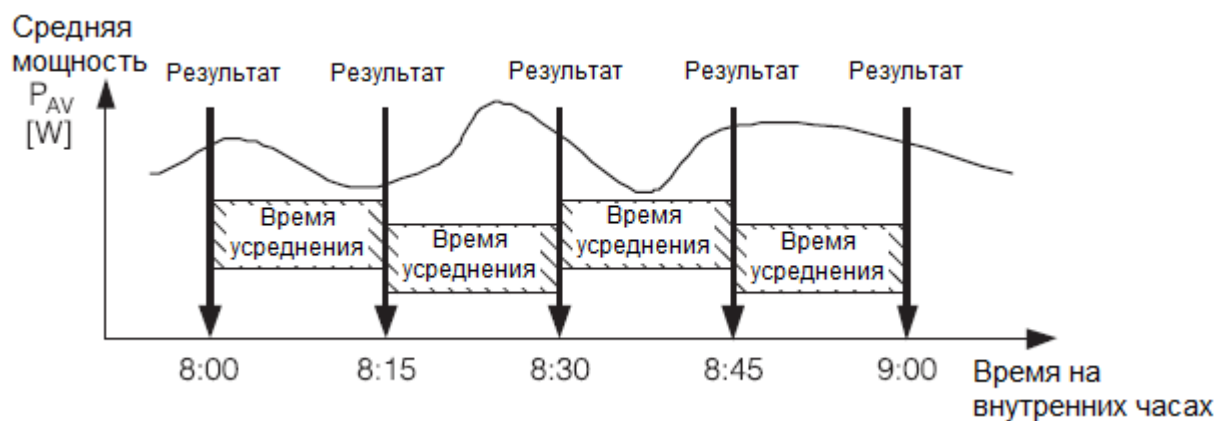

Рис. 11. Измерение средней активной мощности с интервалом 15 минут, синхронизированным с часами
- измерение, синхронизированное с часами каждые 15, 30 или 60 минут - средняя мощность PAV будет обновляться каждые 15, 30 или 60 минут синхронно с внутренними часами (рис. 11).